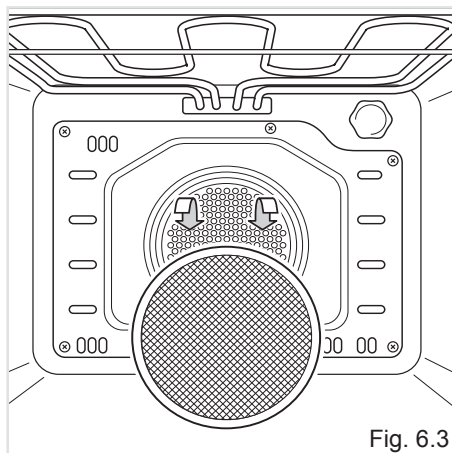

Fig. 6.3
- Uno speciale filtro è previsto nella parte posteriore del forno per catturare particelle di grasso che si sviluppano soprattutto quando si arrostitisce della carne (fig. 6.3).
Il filtro deve essere rimosso per la pulizia e può essere lavato regolarmente con acqua calda e sapone (fig. 6.3).